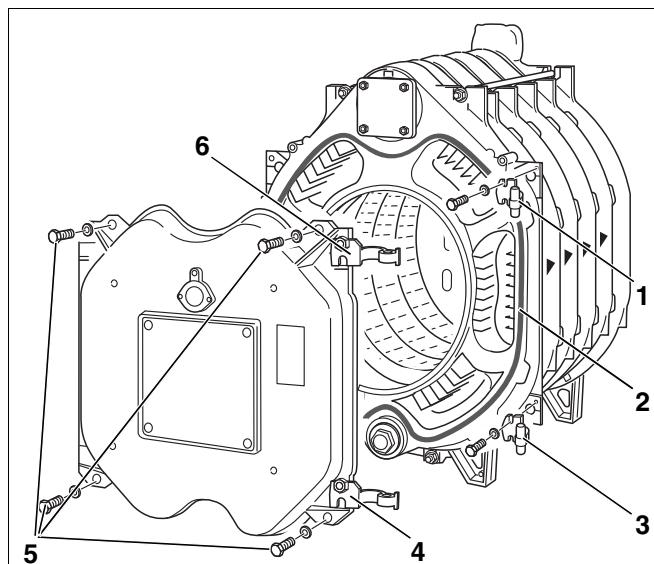

Рис. 26 Навеска дверцы горелки
На заводе обе шарнирные петли (рис. 26, **поз. 4 и 6**) устанавливаются справа на дверце горелки. Для открывания дверцы налево необходимо установить петли с левой стороны на дверце горелки.
- Закрепить шарнирные крюки (рис. 26, **поз. 1 и 3**) на передней секции двумя болтами M 12 x 50. На рис. 26 изображено правостороннее расположение дверцы. Для навески дверцы слева закрепить крюки соответствующим образом с левой стороны.
- Прикрепить GP-шнур диаметром 18 мм к передней секции. При этом место стыка уплотнительного шнура должно быть сбоку (рис. 26, **поз. 2**).
- Закрыть дверцу горелки и прикрутить ее болтами (M16 x 140) (рис. 26, **поз. 5**). Затяжку болтов следует производить равномерно крест-накрест.